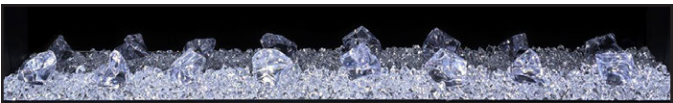

Figure 4.7 Placement de supports en cristal transparent
3. Répartissez uniformément les cristaux transparents moyens sur le lit de braises. Voir la figure 4.7.